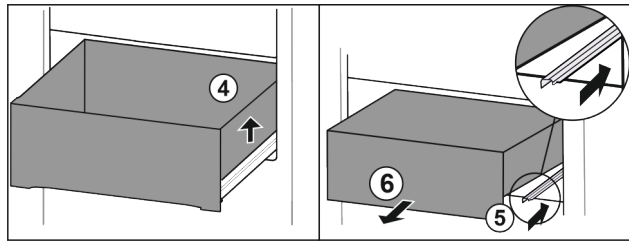

Fig. 91
- ▶ Sollevare il cassetto a destra. Fig. 91 (4)
- ▶ Inserire la guida destra. Fig. 91 (5)
- ▶ Rimuovere il cassetto tirandolo in avanti. Fig. 91 (6)